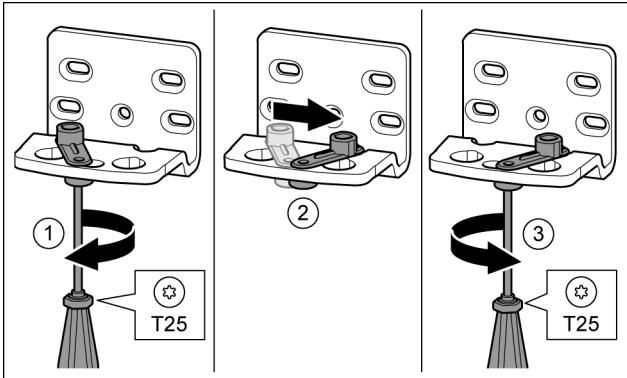

Fig. 16*
- ▶ Lazán tekerje be a csavart a T25 csavarhúzóval. Fig. 16 (1)
- ▶ Emelje meg az ajtó záródását segítő egységet, és 90°-kal jobbra forgatva helyezze a furatba. Fig. 16 (2)
- ▶ Húzza meg a csavart a T25 csavarhúzóval. Fig. 16 (3)